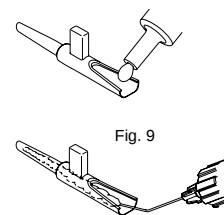

Fig. 9
2. Commencer par remplir la cartouche de BSS, puis la remplir partiellement avec environ 0,3 ml de matériau viscoélastique à base de méthylcellulose, de manière à produire une traînée à l'arrière de la zone de chargement. (Fig. 9)